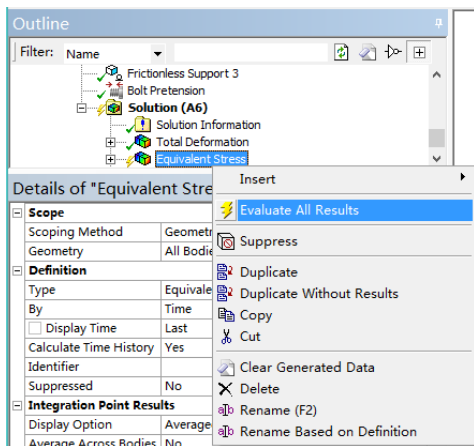

图 8-33 求解应力图
7) 在 Outline 树结构图“Equivalent Stress”上右击，在弹出的快捷菜单中选择“Evaluate All Results”，如图 8-33 所示，此时进行求解，求解后得到的应力云图如图 8-34 所示。